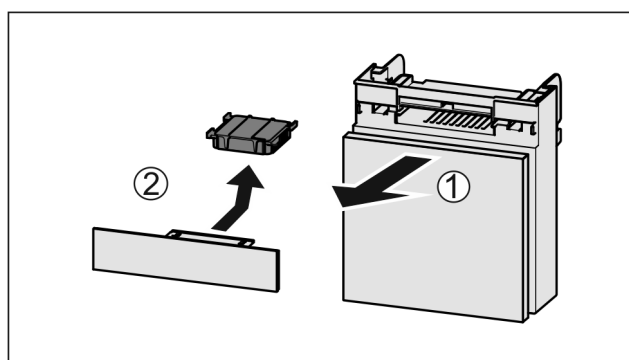

Fig. 172
- ▶ Træk rummet fremad Fig. 172 (1).
- ▶ Tag aktivkulfilteret Fig. 172 (2) ud.